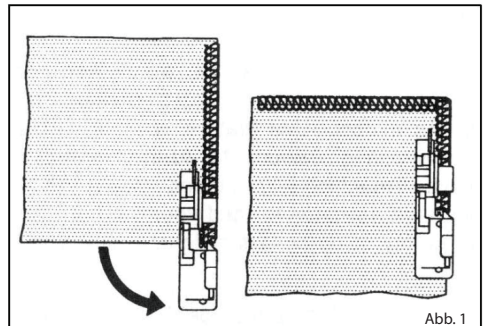

Abb. 1
3. Drehen Sie den Stoff, senken Sie den Nähfuß wieder ab und nähen Sie in der neuen Richtung weiter (siehe Abb. 1).
1. Legen Sie die "Füllkordel" wie z.B. Häkelgarn, Gimpe, Wolle, Strickgarn oder Kräuselband hinter die Garnrollenstifte. Ziehen Sie das Beilaufgarn durch die Kordelführungen (1) und (2) und anschließend durch die Fadenführung der linken Nadel (3), siehe Abb. 1.